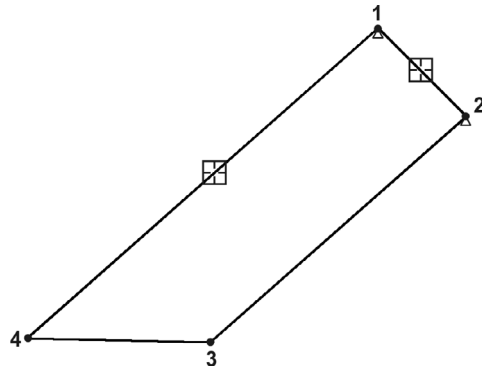

Рис. 62.34.
7. Щелкните по отрезкам 1–2 и 1–4 (рис. 62.34). Не прерывайте команду.